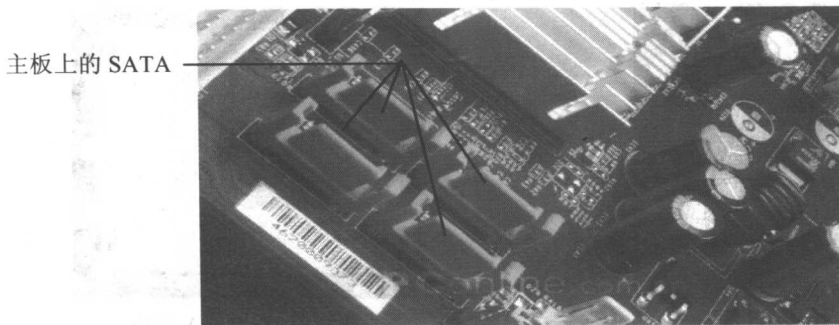

图 1-9 主板上的 SATA
① Ultra ATA/33、Ultra ATA/66、Ultra ATA/100 和 Ultra ATA/133 后面的数字代表这种接口的最大传输速度。如 Ultra ATA/66 这种接口的最大传输速度是 66Mbit/s，也就是说，Ultra ATA/66 这种接口一秒钟最多可以传输 66 兆个二进制数。另外，各种 IDE 标准都能很好的向下兼容，例如 Ultra ATA/133 兼容 Ultra ATA/66、Ultra ATA/100 和 Ultra ATA/33，而 Ultra ATA/100 兼容 Ultra ATA/33 和 Ultra ATA/66。
② 一个主板提供两个 IDE 接口，它们分别称做 IDE1 接口和 IDE2 接口。一个 IDE 接口可以连接两块 IDE 硬盘，因此一个主板上可以连接 4 块 IDE 硬盘，硬盘与主板上的 IDE 接口是通过数据线连接的。
(2) SATA 接口：SATA 是 Serial ATA 的缩写，也称为串行接口。SATA 的最大数据传输率为 150Mbit/s，而 SATA2 的最大数据传输率为 300Mbit/s。SATA 接口非常小巧，排线也很细，有利于机箱内部空气的流动，从而加强散热效果，也使机箱内部不显得太凌乱。与并行 ATA 相比，STAT 还有一大优点就是支持热插拔，如图 1-9 所示。